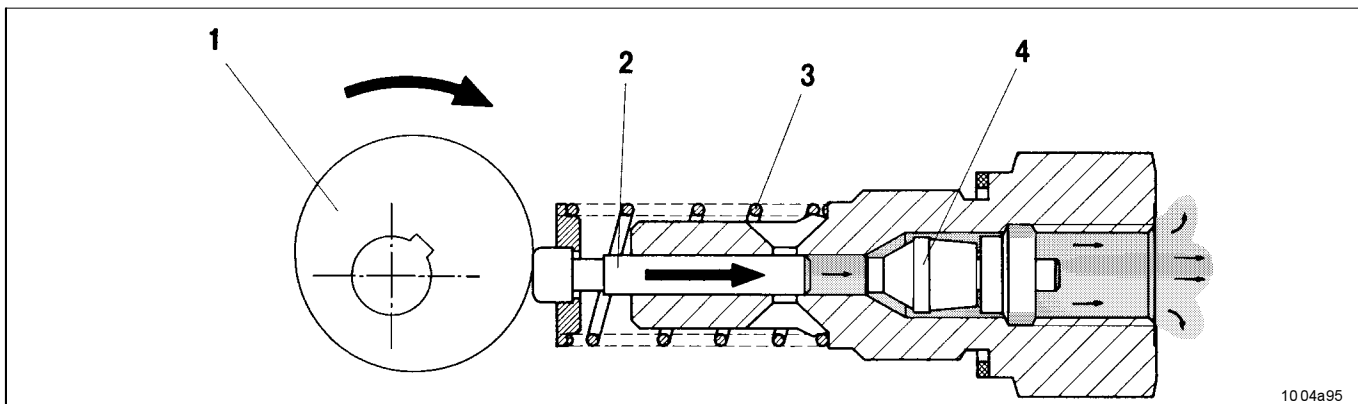

Fig. 2-3 El elemento de bomba suministra
- el pistón 2 suministra el lubricante hacia los puntos de engrase empalmados (fig. 2-3) pasando por distribuidores.